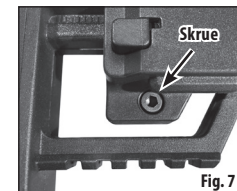

Fig. 7
- På højre side af kindstykket sidder en skrue (Fig. 7).